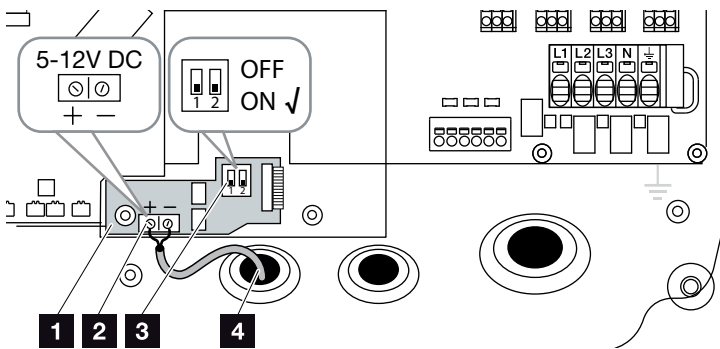

Fig. 26: KOSTAL Smart AC Switch-kort
1. Før styreledningen ind i vekselstrømsomformeren, og tilslut den ved tilslutningsklemmen  **Fig. 26, pos. 2** for printkortet.
3. Stil DIP-afbryderen på ON  **Fig. 26, pos. 3**